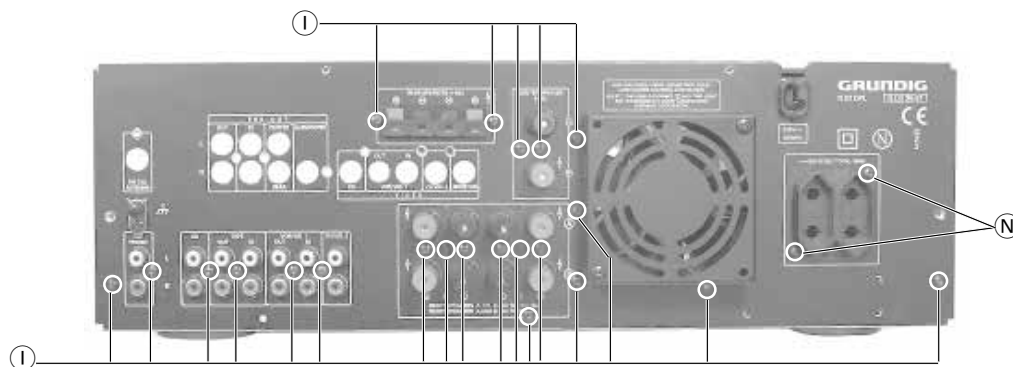

Fig. 8
- 3 Schrauben ⑦ (Fig. 11) und 2 Schrauben ⑧ (Fig. 8) herausdrehen.
- Undo 3 screws ⑦ (Fig. 11) and 2 screws ⑧ (Fig. 8).